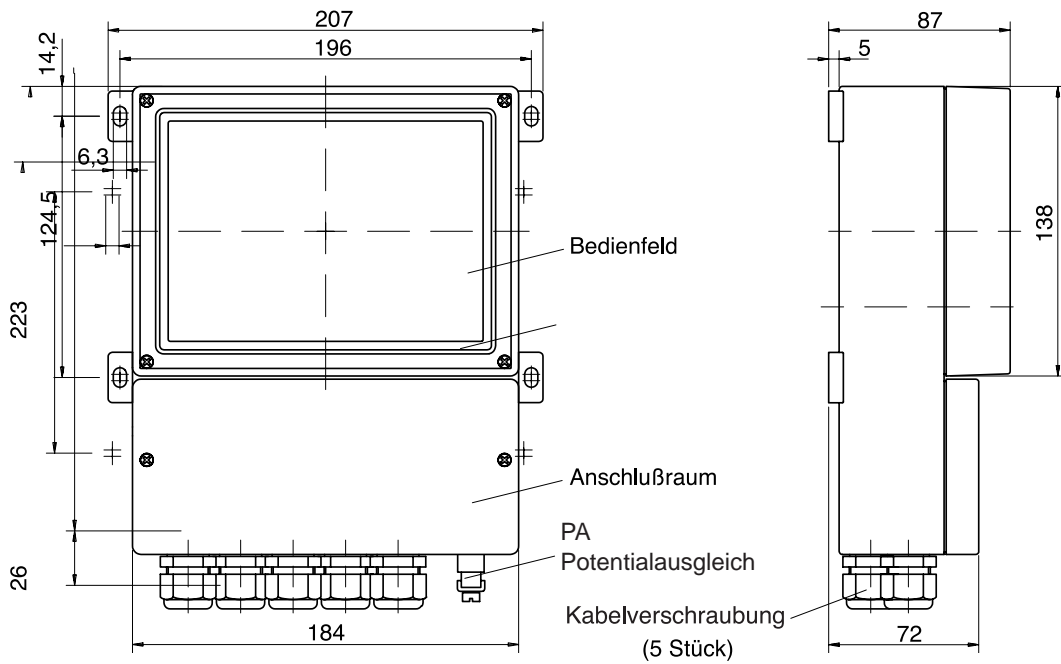

Abb. 1-1 Maßzeichnung pH Transmitter 2220(X)
- Das wetterfeste Gehäuse gestattet die direkte Wandmontage, Maßzeichnung s. Abb. 1-1.